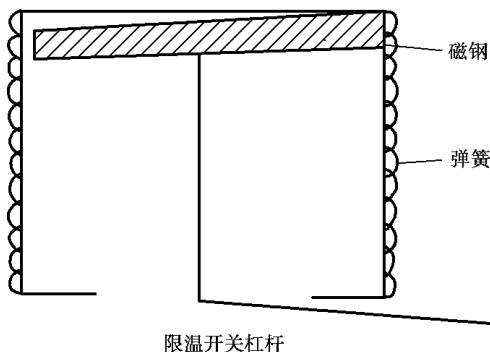

图 5.17 磁控开关磁芯与上端面接触有间隙
2. 半球型电饭锅有时能煮好饭,有时煮不好饭而自动断电,有时煮不好饭即自动断电,说明电饭锅存在接触不良的问题。经仔细检查,按下按键后,磁控开关的磁芯跟上端面接触有时良好,有时不紧密。不紧密时,一边接触而另一边则有2~3毫米的间隙(具体如图5.17所示)。这种接触不好的情况可以在不拆底盖的情况下,通过按下按键用手掰开的力度来判断,接触